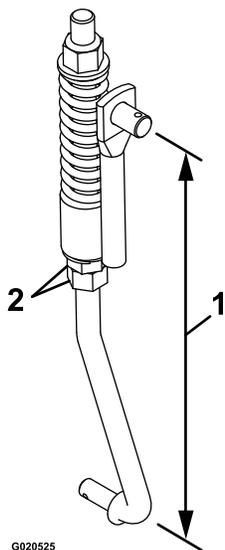

Рисунок 59
8. Отрегулируйте длину рычажного механизма с помощью 2 гаек в нижней части вертикального пружинного узла (Рисунок 59).